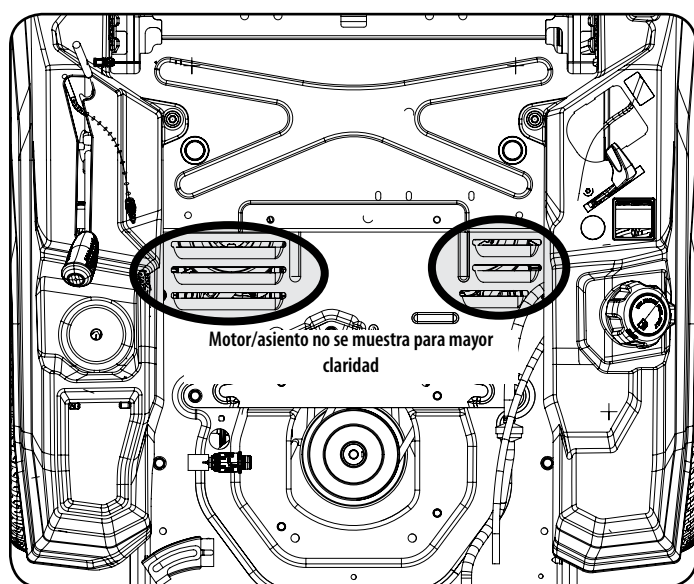

Figure 23
- Clean bajo el capó. Colector de escape, alrededor de fusibles, todo el cableado y arneses, tubo silenciador, escudo de silenciador, pantallas de admisión del motor y las aletas de refrigeración, etc. Vea la Figure 23.